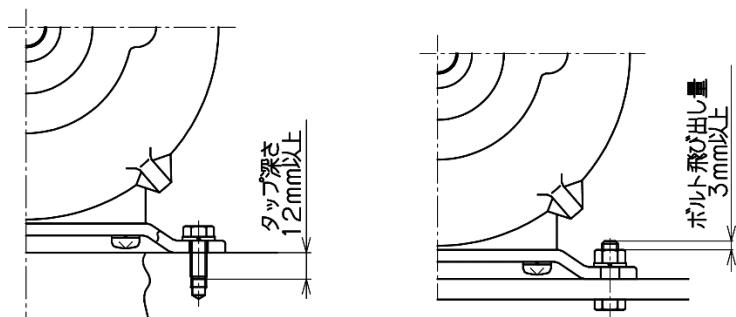

図3：固定方法
- (1) 固定用ボルトは強度区分4.8以上の防錆処理を施してあるものを使用してください。又、必ずねね座金等の緩み止めを併用してください。
- (2) [MC/MCH形の場合]ボルト&ナットで固定する場合は、図3のようにナット側にボルトの先端が3mm程度出る長さのボルトを使用してください。又、ベース面にタップ穴加工をして取付ける場合、図3のようにタップ深さは12mm以上必要です。